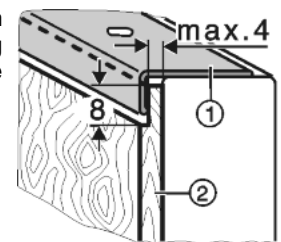

Fig. 5
- Dickere Dekorplatten Fig. 5 (2) nach Abbildung auf maximal 4 mm Dicke abstufen.